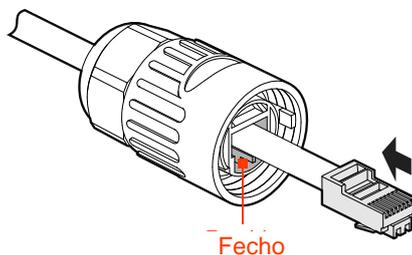

Figura 3-30 Posição do receptáculo
- Etapa 2 Após a crimpagem, insira o plugue RJ45 no receptáculo (conforme mostrado na Figura 3-30) e, em seguida, rosqueie na porta RJ45.